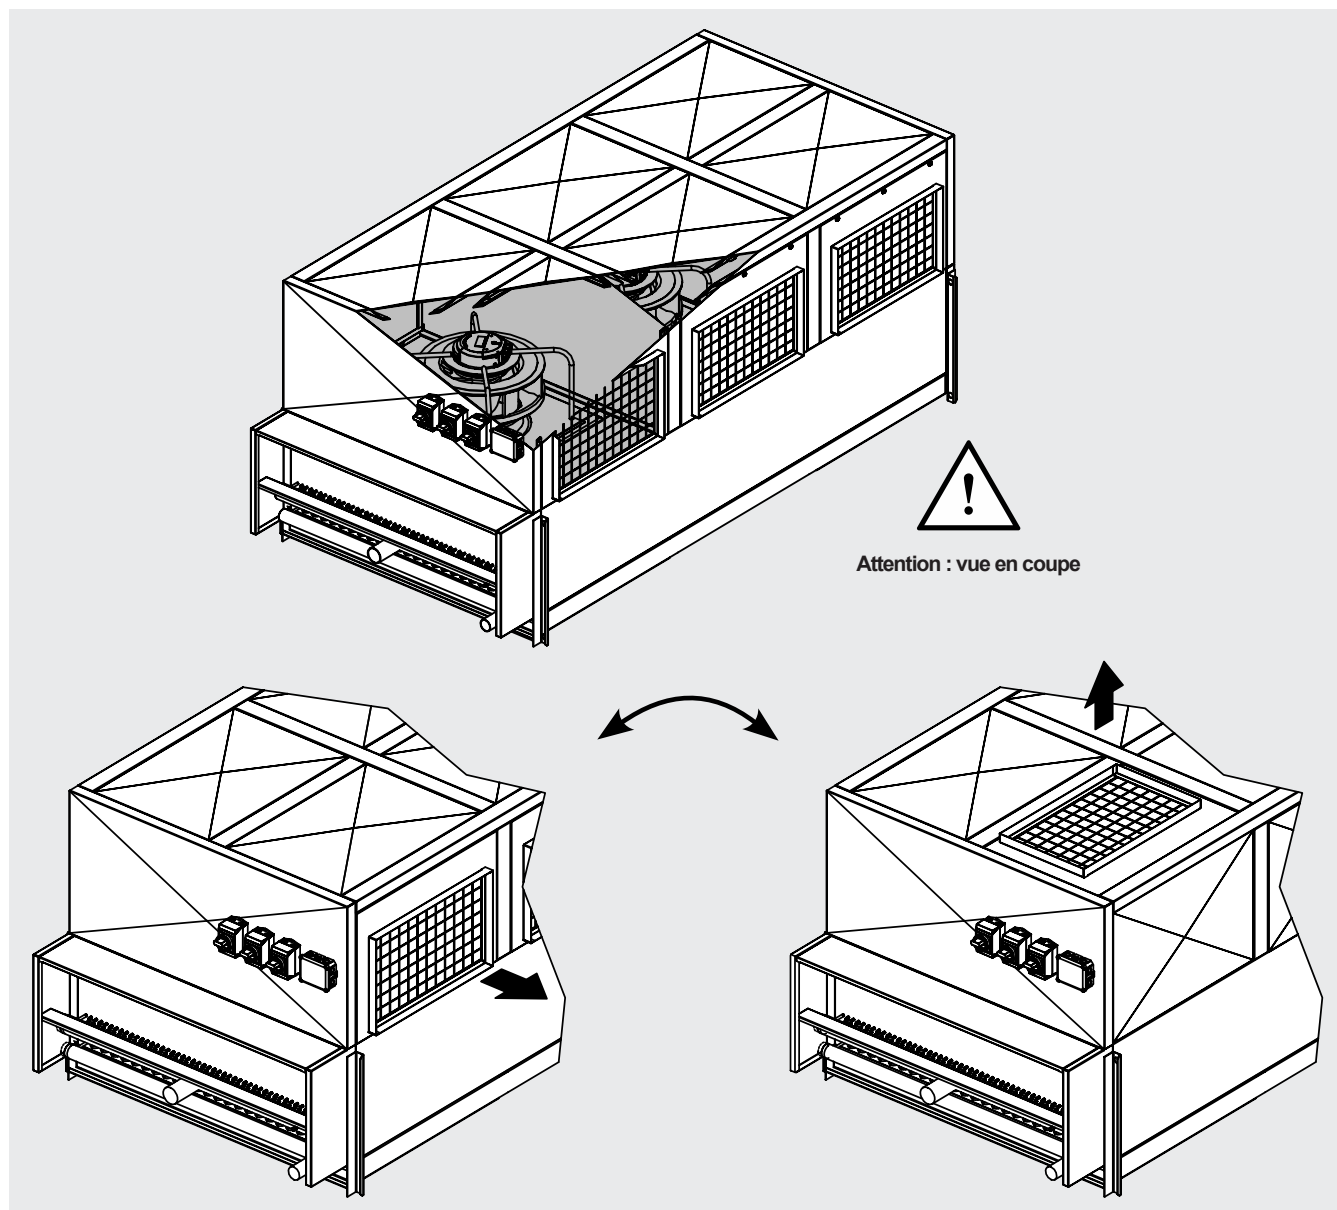

Figure 8
- 8.1 Chaque motoventilateur est logé dans leur compartiment respectif dans la partie supérieure du modèle, au-dessus de l'échangeur de chaleur. Pour modifier le point de sortie de l'air, il suffit d'intervertir la position d'installation des panneaux pleins et ceux dotés d'une grille qui couvrent le compartiment de ventilation. Les panneau sont fixés uniquement avec des vis. Voir Figure 8.